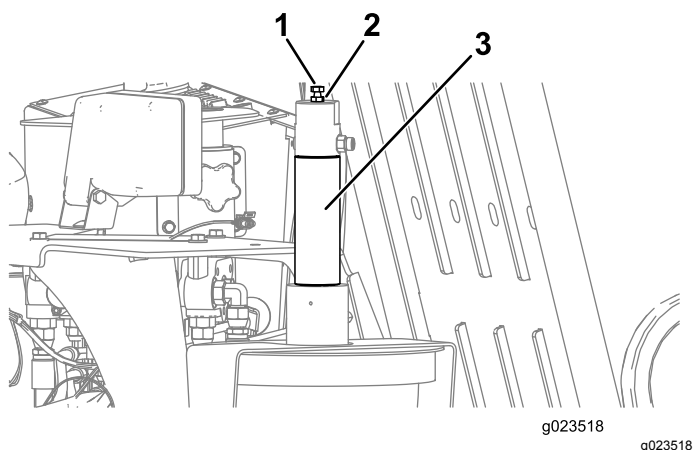

Рисунок 64
1. Ослабьте контргайку на регулировочном болте, расположенном на поршне устройства нанесения состава для резьбы (Рисунок 64).